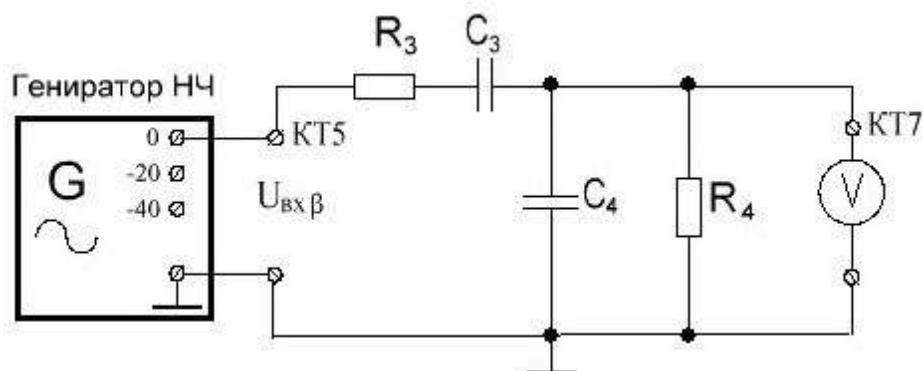

Рисунок 17 – Блок-схема для определения коэффициента передачи цепи $R_3C_3R_4C_4$ обратной связи β
- Соберите схему для определения коэффициента передачи цепи $R_3C_3R_4C_4$ обратной связи β (рисунок 17).